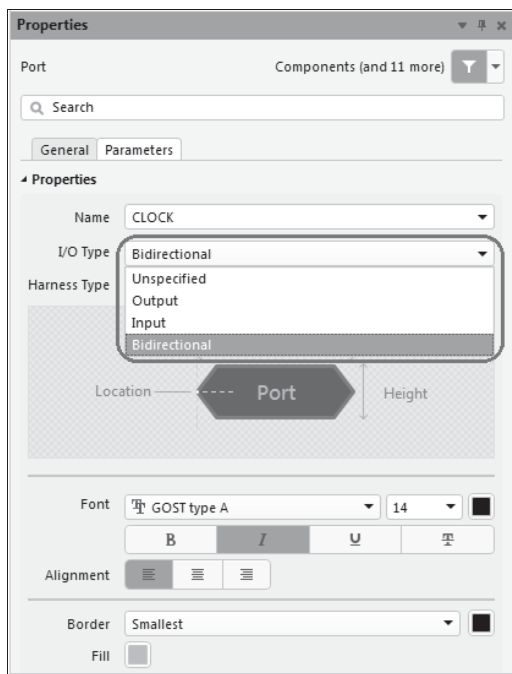

Рис. 4.6. Редактирование свойств метки-порта
- Для присвоения имени цепи с помощью метки **Port** необходимо выполнить команду главного или контекстного меню **Place | Port**, затем клавишей <Tab> активизировать «горячее» редактирование порта в панели **Properties** (рис. 4.6) и назначить следующие свойства: